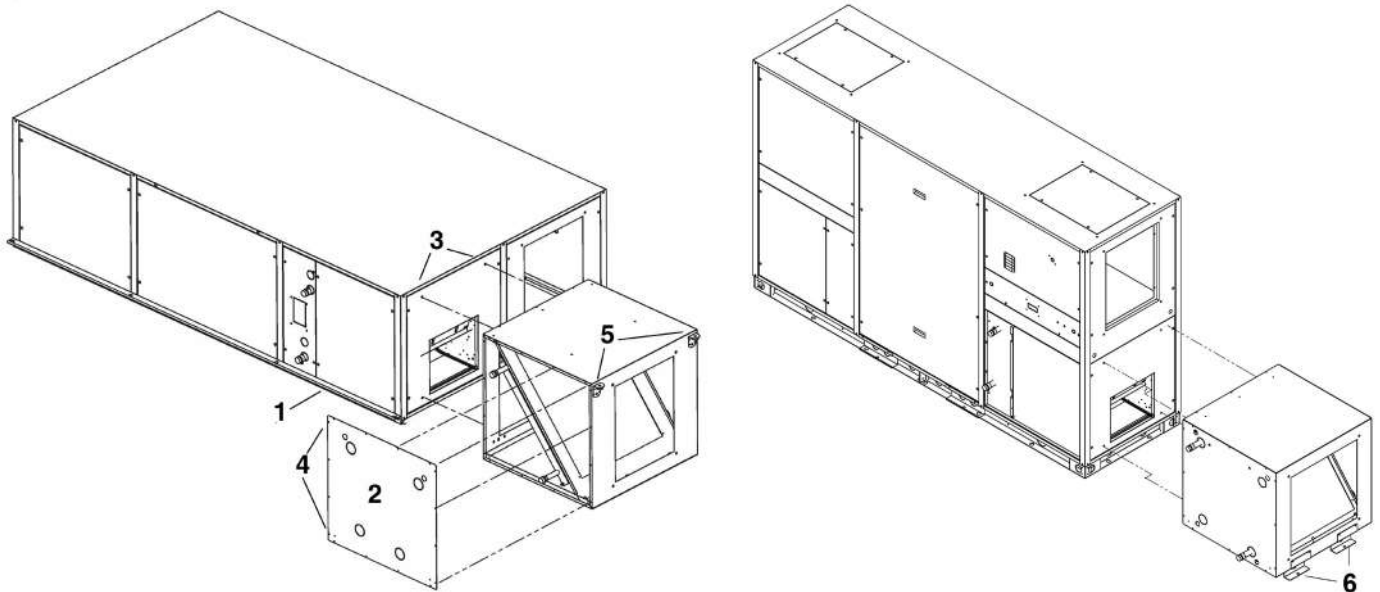

Fig.15
**Tale materiale trova applicazione in caso di connessione diretta all'unità base nella sola configurazione orizzontale; per l'unità verticale, la sezione è dotata di piedini d'appoggio (6 Fig. 15).**
**This kit is to be used in case of direct connection to horizontal unit only; for vertical unit, the section is equipped with support feet (6 Fig. 15).**
**POSIZIONAMENTO (Fig. 15)**
- La sezione con batteria ad acqua deve essere posizionata di fronte alla bocca di mandata della macchina. Il collettore contrassegnato dall'etichetta "USCITA ACQUA" deve trovarsi dal lato della macchina (1).
- Rimuovere il pannello laterale (2) della sezione con batteria ad acqua, svitando le viti di fissaggio (4).
- Avvitare parzialmente 4 viti M8 negli inserti presenti ai vertici della bocca della macchina (3).
- Fissare nuovamente il fianco della sezione (2).
- In alternativa il modulo può essere installato lungo un tratto di canale rettilineo: in questo caso utilizzare tutte le 4 staffe di fissaggio con antivibrante per assicurare il modulo al soffitto (5).
- Anche nella versione verticale, può essere installato lungo un tratto di canale rettilineo: in questo caso utilizzare tutti i 4 piedini di fissaggio per assicurare il modulo al basamento (6).
**POSITIONING (Fig. 15)**
- The section with water coil must be positioned in front of the machine flow vent. The collector marked by the "WATER OUTLET" label must be at the side of the machine (1).
- Remove the side panel (2) of the section with water coil, loosening the screw fasteners (4).
- Partially tighten the 4 M8 screws into the inserts present at the tops of the machine event (3).
- Fix the side of the section again (2).
- Alternatively the module can be installed in a straight duct section: in this case use the all four anti vibration mounts to anchor the module to the ceiling (5).
- Also in the vertical version, it can be installed along a stretch of straight channel: in this case use all 4 fixing feet to secure the module to the base (6).